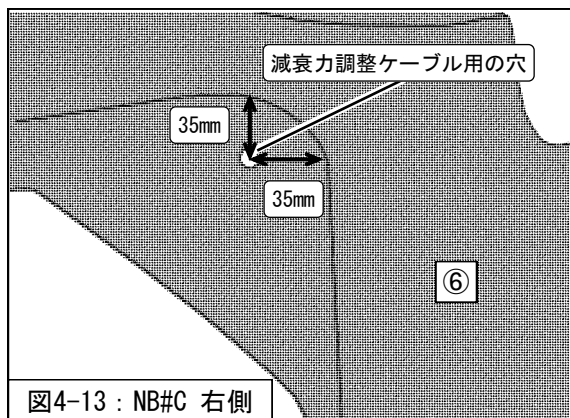

図4-13 : NB#C 右側
図の位置を参考に、穴の大きさはφ5～φ10mmとしてください。(図4-13)
16. ⑥トランクサイドトリムRは穴にケーブルを通してから車両に取付けてください。(図4-13・4-14・4-15)